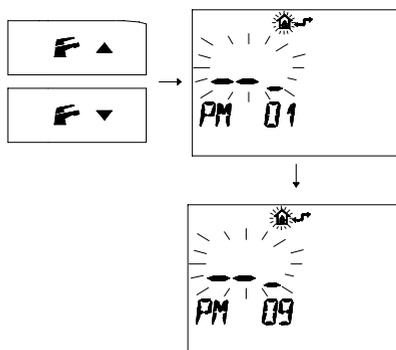

Figura 9.16
- Premere i pulsanti **F**▼ o **F**▲ per visualizzare la programmazione "**PM09**" modo spazzacamino (Figura 9.16)